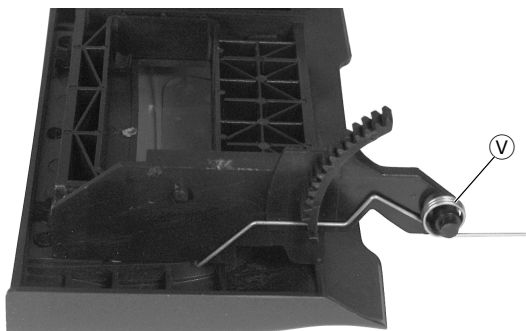

Fig. 25
- Cassettschichtfeder **V** abnehmen (Fig. 25).
- Take off cassette lid spring **V** (Fig. 25).